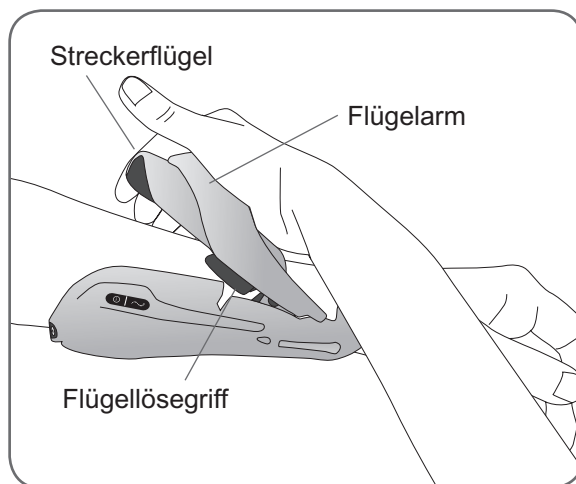

Abbildung 8-12: Schließen des Flügelarms
5. Ziehen Sie den Streckerflügel nach oben, und drücken Sie gleichzeitig den Flügelarm nach unten (siehe Abbildung 8-12). Drücken Sie so lange, bis kein Klickgeräusch mehr zu hören ist.